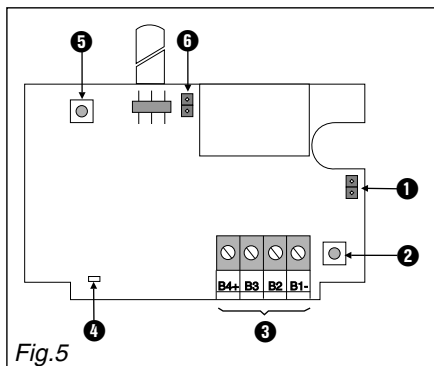

Fig.5
2.3.2.1 Carte RMR 22 (fig. 5)
- Connecteur ❶ du contact d'autosurveillance externe, câblé en parallèle au contact d'autosurveillance ❷.
- Contact d'autosurveillance ❷ du boîtier
- Connexion E-Bus ❸.
- LED de visualisation de l'E-bus ❹.
- Bouton d'adressage ❺.
- Cavalier ❻ pour le Test (RAR 22 seulement).
Bornes ❷ et ❹ (fig. 5)